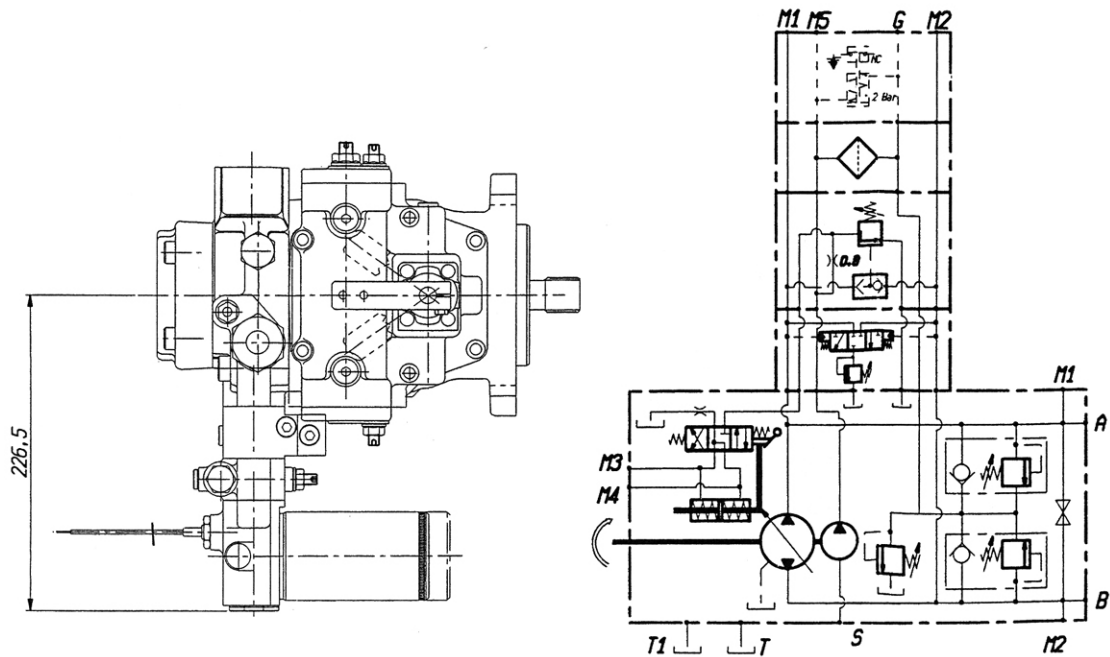

Рис. 24. «Промывочный» распределитель с ограничителем мощности и фильтром в напорной гидролинии подпиточного насоса.
- «Промывочный» распределитель с ограничителем мощности и фильтром в напорной гидролинии подпиточного насоса (рис. 24).